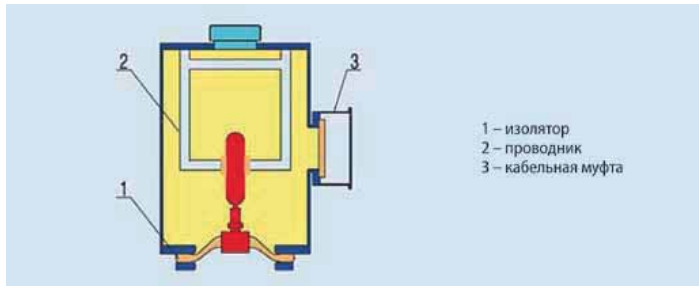

Рис. 4.7 Трансформатор напряжения КРУЭ
4.7.1 Трансформатор напряжения имеет камеру элегаза SF6. Может устанавливаться вертикально по направлению вверх или вниз. Проводник высокого напряжения соединяется с первичной обмоткой, опирающейся на изолятор. Для изоляции первичной обмотки используется элегаз SF6. Линия вторичного подключения выведена через уплотненную кабельную муфту (см. рис. 4.7).